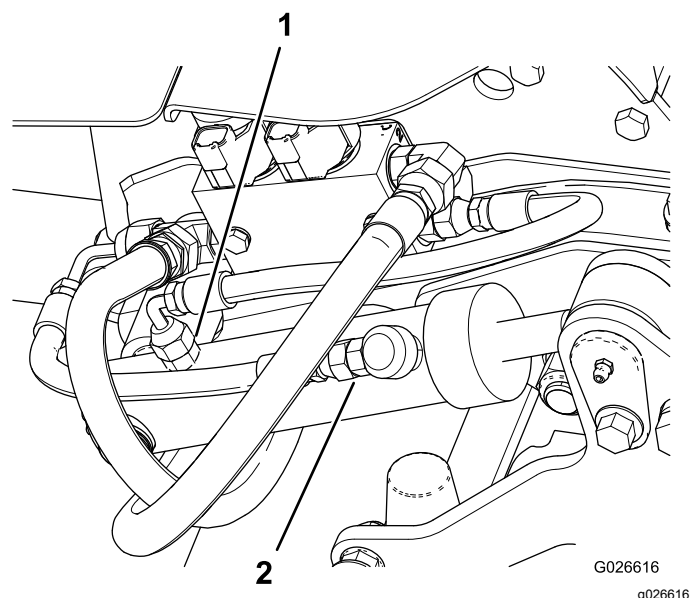

Figura 11
2. Remova o tubo da porta traseira no cilindro de elevação da plataforma (Figura 11).
7. Remova o tubo da porta traseira do cilindro de elevação da plataforma (Figura 11).